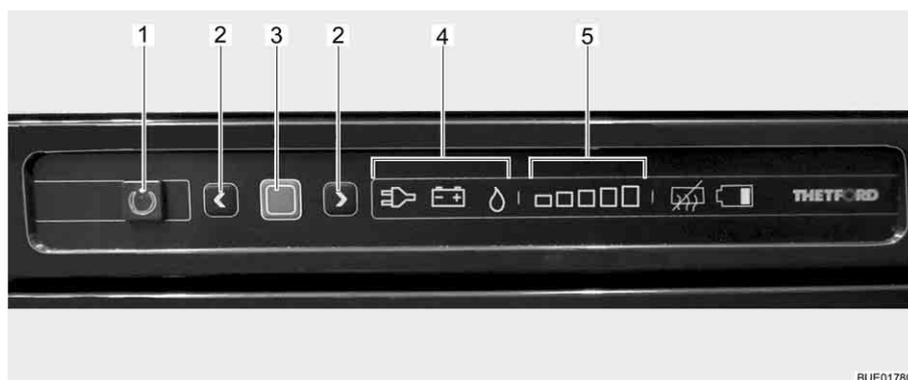

Fig. 178 Elementi di comando del frigorifero
La modalità di funzionamento attuale è indicata da un simbolo luminoso (Fig. 178,4) sulla centralina di controllo.
Dopo l'accensione il frigorifero seleziona automaticamente la regolazione del termostato selezionata per ultimo. Questa impostazione può essere modificata manualmente con i tasti freccia (Fig. 178,2). Le barre luminose dell'indicatore del livello di refrigerazione (Fig. 178,5) visualizzano la temperatura selezionata sul termostato. Con i tasti freccia viene regolata la temperatura di refrigerazione per tutti i tre tipi di energia. Ci vogliono alcune ore prima che il frigorifero raggiunga la temperatura normale di esercizio. Cambiando la modalità di funzionamento la regolazione del termostato non viene modificata. La temperatura di refrigerazione è indipendente dal tipo di energia utilizzata.
- Premere il tasto On/Off (Fig. 178,1) per 1 secondo. Il tasto (Fig. 178,1) si illumina di verde. Dopo circa 10 secondi, l'indicatore viene attenuato per risparmiare energia.
- Premere il tasto di conferma (Fig. 178,3). L'impostazione attuale della modalità di funzionamento viene visualizzata.
- Se non è impostata la modalità di funzionamento a gas: Per modificare l'impostazione, premere il tasto di conferma (Fig. 178,3) per circa 2 secondi.
- Selezionare la modalità di funzionamento a gas con i tasti freccia (Fig. 178,2). L'alimentazione del gas è ora aperta. L'accensione avviene automaticamente. È udibile un ticchettio fino a quando procedura di accensione non è stata portata a termine.
- Premere il tasto di conferma (Fig. 178,3) per circa 2 secondi.
- Premere nuovamente il tasto di conferma (Fig. 178,3). Il livello di refrigerazione attuale viene indicato dalle barre luminose (Fig. 178,5).
- Per modificare l'impostazione, premere i tasti freccia (Fig. 178,2) fino a visualizzare l'impostazione desiderata.
- Premere il tasto On/Off (Fig. 178,1) per circa 2 secondi. Tutte le spie si spengono. Il frigorifero è spento.
- Se non è impostata la modalità di funzionamento 230 V: Per modificare l'impostazione, premere il tasto di conferma (Fig. 178,3) per circa 2 secondi.
- Selezionare la modalità di funzionamento 230 V con i tasti freccia (Fig. 178,2).
- Se non è impostata la modalità di funzionamento 12 V: Per modificare l'impostazione, premere il tasto di conferma (Fig. 178,3) per circa 2 secondi.
- Selezionare la modalità di funzionamento 12 V con i tasti freccia (Fig. 178,2).